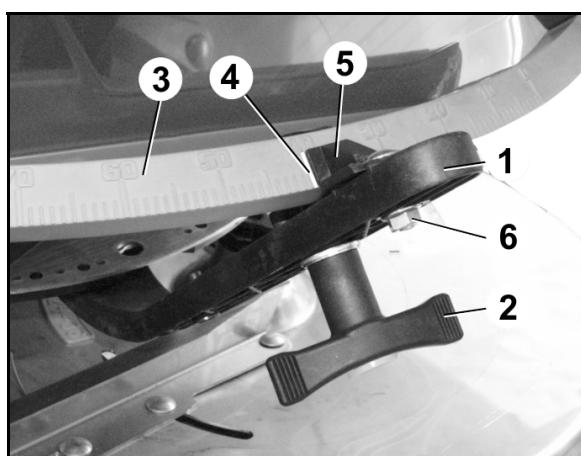

Fig. 82
2. Åpne doseringsspjeldet ved hjelp av stillespaken (Fig. 82/1).
4. Drei stillespaken på skalaen (Fig. 82/3) helt til anslaget mot bolten.
5. Fest stillspaken med vrihåndtaket (Fig. 82/2).
6. Løsne sekskantskruen (Fig. 82/6). Sett viseren (Fig. 82/5) på skalaverdien "**8**" og skru den fast med sekskantskruen. Viserens avlesekant er (Fig. 82/4).